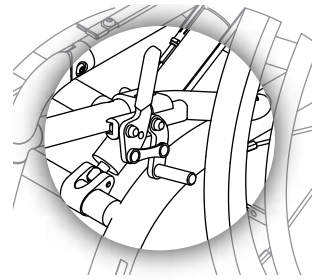

Figure 17.29
- 2 Pour engager les dispositifs de blocage « pousser pour verrouiller » à la figure 17.29, tirez le levier vers l'avant jusqu'à ce qu'il se bloque en place.